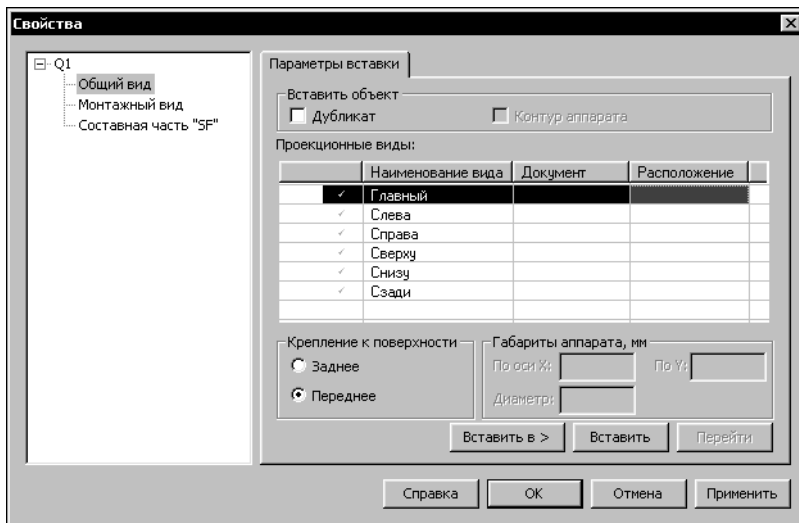

Рис. 17.5. Диалог свойств общего вида аппарата
- ▼ Если курсором выделен **Общий вид**, на экране появится диалог свойств общего вида аппарата (рис. 17.5). Элементы управления диалога представлены в табл. 17.11. Общий вид аппарата используется в схемах расположения.